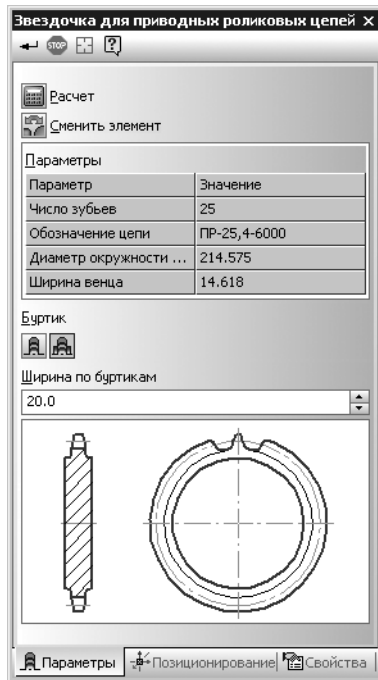

Рис. 11.21.
1. Раскройте на панели свойств **Звездочка для приводных роликовых цепей** вкладку **Параметры** (рис. 11.21). На ней содержатся элементы управления, названия которых приведены в таблице 11.16.